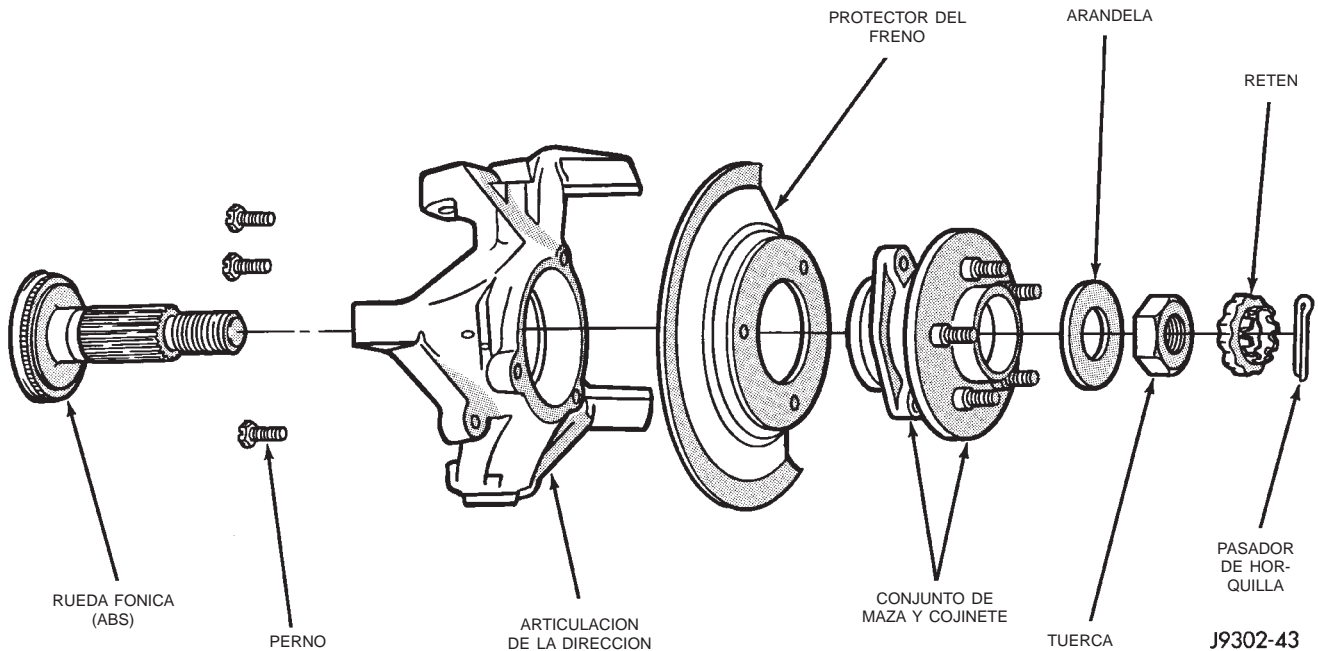

Fig. 20 Maza, articulación y semieje
(1) Eleve y apoye el vehículo.
(2) Retire el conjunto de rueda y neumático.
(3) Retire el calibrador y rotor del freno. Consulte el Grupo 5, Frenos.
(4) Retire el sensor de rueda del ABS, si corresponde. Consulte el procedimiento correcto en el grupo 5, Frenos.
(5) Retire el pasador de horquilla, el retén de la tuerca y la tuerca de la maza del eje (Fig. 20).
(9) Retire el protector del rotor del freno del cojinete de maza o de la articulación (Fig. 20).
(1) Limpie minuciosamente el semieje (Fig. 20) y aplique una capa fina de grasa para cojinetes de ruedas Mopar en las estrias del eje, en la superficie de contacto de la junta y en el orificio de la maza.
(2) Instale el protector del rotor del freno en la articulación.
(3) Instale el conjunto de cojinete de maza y semieje o el semieje en el cárter y los engranajes
(4) Instale el cojinete de maza, si es necesario.
(5) Instale los pernos de la maza a la articulación y apriete con una torsión de 102 N·m (75 lbs. pie).
(6) Instale la arandela y la tuerca de la maza. Apriete la tuerca con una torsión de 237 N·m (175 lbs. pie). Instale el retén de la tuerca y un pasador de horquilla nuevo (Fig. 20).
(7) Instale el sensor de velocidad de rueda del ABS. Consulte el procedimiento correcto en el grupo 5, Frenos.
(8) Instale el calibrador y el rotor del freno. Consulte el procedimiento correcto en el grupo 5, Frenos.
(9) Instale el conjunto de rueda y neumático.
(10) Retire el soporte y baje el vehículo.